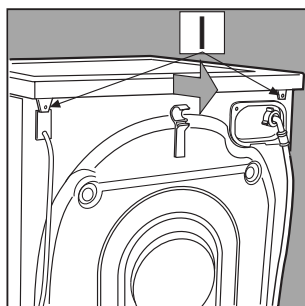

Fig. 3
2. Démontez le dessus en dévissant les deux vis **I** puis tirez-le vers vous [fig. 3].